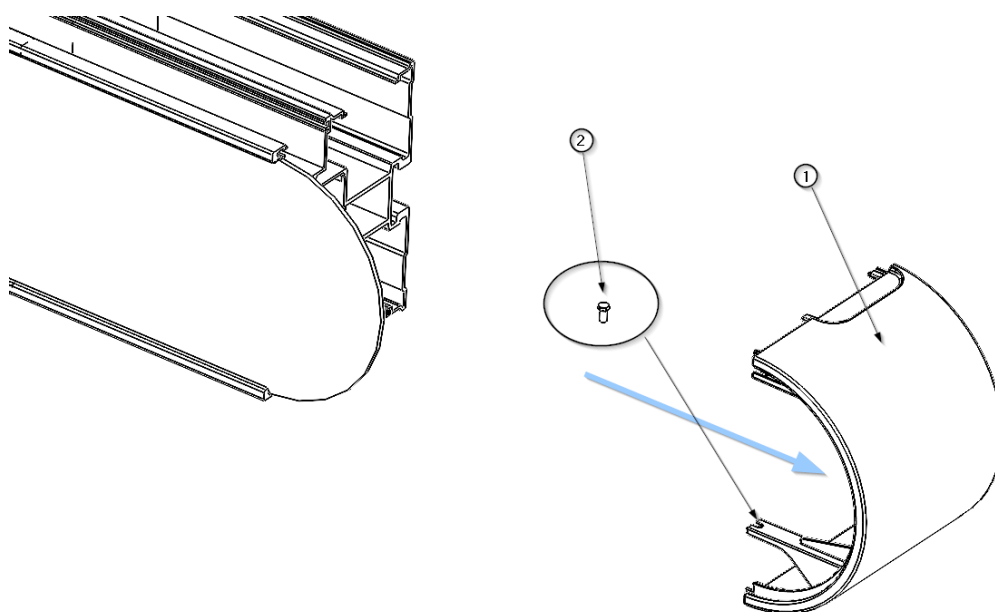

Fig. 4 Démontage des parois latérales
- Retirez la vis M4 x 10 (2) DIN 7505 et faites glisser le capuchon d'extrémité (1) en direction du châssis de l'équipement pour le retirer, comme le montre la figure 4.
- Pour remettre en place le capuchon d'extrémité (1), il suffit de le pousser en position dans le sens du châssis jusqu'à ce que le capuchon d'extrémité s'arrête et de mettre en place la vis de fixation (2).